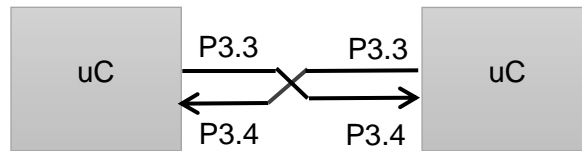

Figura 2 – Comunicação UART usando a interface USCI-A0
Utilize a interface serial USCI-A0 do MSP430 para controlar os LEDs de outro microcontrolador. A ligação entre dois microcontroladores deve ser feita conforme a figura 2. Configure essa interface para se comunicar em 1200 de baud rate. Use as interrupções dos botões (portas P2.1 e P1.1) para enviar dados e as interrupções da USCI para receber dados e controlar os LEDs. A interface serial está roteada nos pinos P3.3 (TX) e P3.4 (RX). Não se esqueça de configurar esses pinos para sua funcionalidade dedicada.